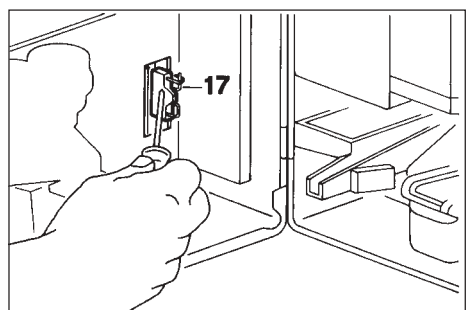

Fig. 32
- El aparato posee un programa automático para el lavado de los batidores, que se activa después de un tiempo de inactividad y que puede ser programado (Ver "Manual de instrucciones" del Programador 7P). Es posible activar esta función cerrando el puente (17) colocado sobre la placa electrónica (Ver ampliación Fig. 32).